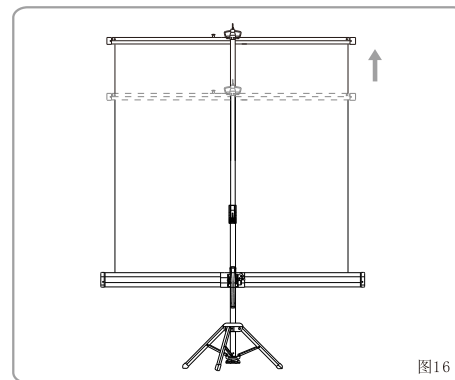

图16
8. 一只手握住可调节升降杆，另一只手按下升降锁扣按钮，并将可调节升降杆向上提升，从而调节银幕的高度。(如图16)